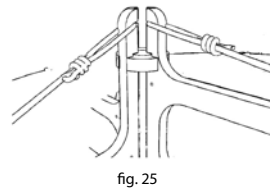

fig. 25
3) Posizionare l'altro cappio nella sede superiore ricavata nel montante e tirare il nodo per tendere il tutto, non prima però di aver fatto passare la corda nell'asola intermedia della spirale (fig. 25).
3) Place the other slipknot in the upper slot formed in the upright and pull the knot to tighten the whole think, but not before making the cord pass in the intermediate hole of the spiral (Fig. 25).